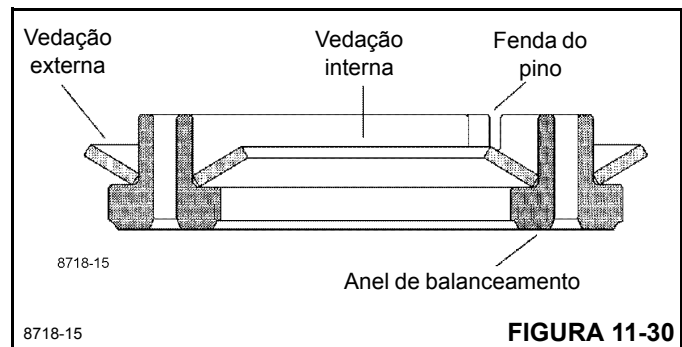

FIGURA 11-30
17. Aplique vaselina nas vedações de face internas e externas. Instale as vedações no anel de balanceamento, como mostrado na Figura 11-30.
Importante: Instale as vedações de face nas posições mostradas na Figura 11-30 senão o motor não funcionará adequadamente. Não force nem entorte as vedações de face. Qualquer dano a essas vedações afetará a operação do motor.